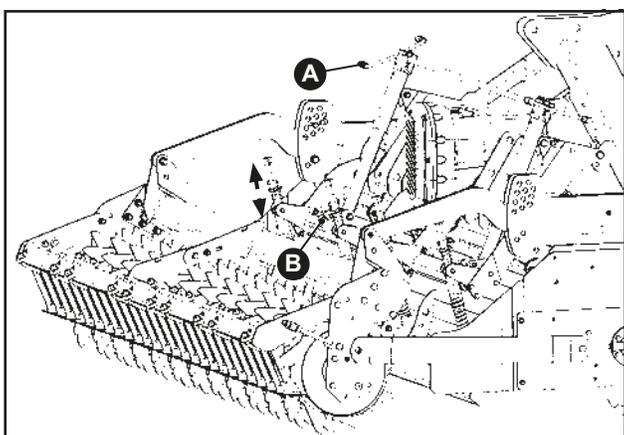

Fig. 52
Para ajustar la presión del capó es necesario girar la manivela (A) para subir o bajar la barra porta-varillas bar (B) (Fig.52). Los resortes en las varillas verticales le permiten amortizar y seguir el desnivel del terreno.